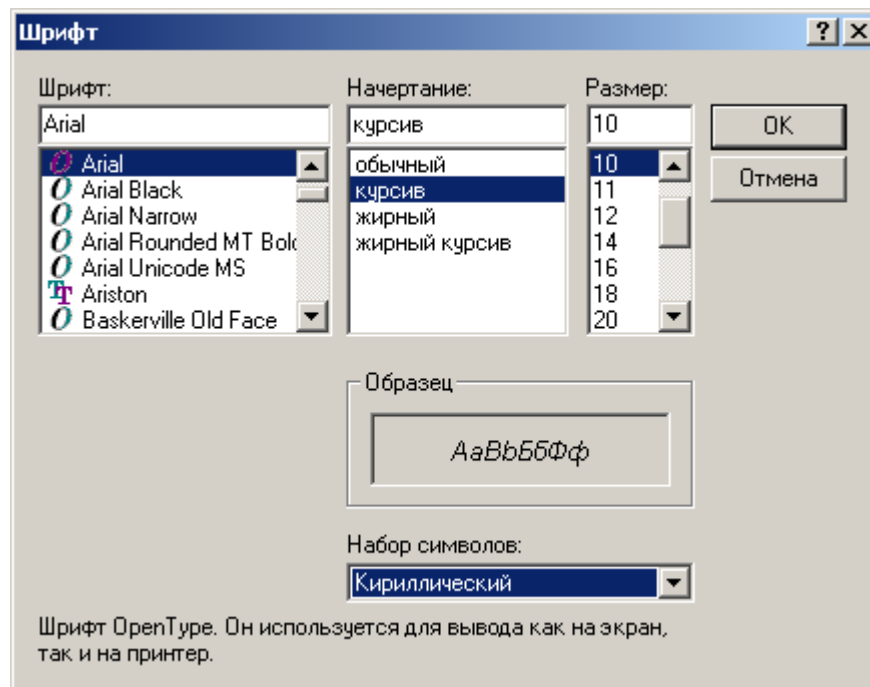

Рис. 7 Окно команды **Шрифт**.
- 4.5 На появившейся панели установите флажок **Allow True Type** и нажмите кнопку **Font** для задания параметров шрифта. Перед вами появится окно, изображенное на рис. 7. Эта панель стандартна для Windows.
- 4.6 Выберите шрифт – **Arial**, начертание – **курсив**, кегль – **10пт**, в окне набор символов выберете **Кириллический** так, как показано на рис. 7. Нажмите **OK**.